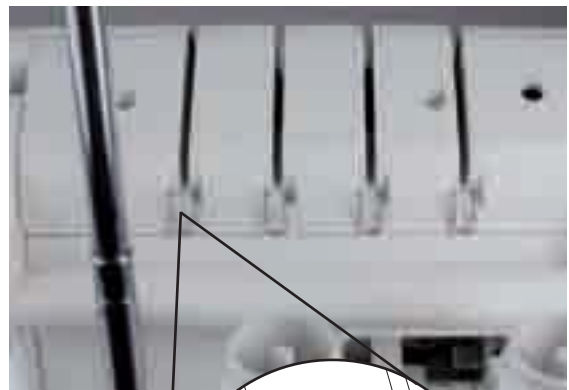

Bild 20
1. För in tråden bakifrån genom trådhållaren **1** (1).
2. Trä in tråden i trådledaren genom att dra den nedåt tills den halkar in under trådledaren (2) (bild 20).